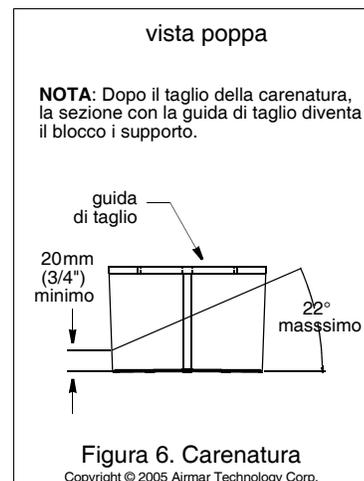

Figura 6. Carenatura
4. Sistemate la guida in modo che la carenatura venga tagliata in 2 parti approssimativamente uguali. La dimensione più sottile della sezione che diventerà la carenatura deve misurare almeno 20mm (3/4") (vedi Figura 6).